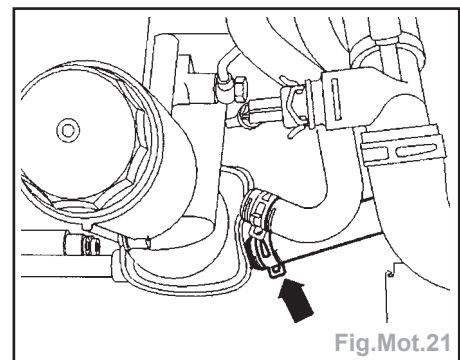

Fig.Mot.21
- Débrancher en plus la durit sur le radiateur d'huile pour vidanger le liquide de refroidissement du moteur (Fig.Mot.21).